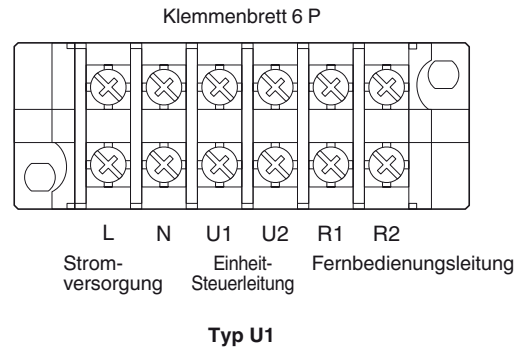

Abb. 4-2
- (1) Bezüglich Erläuterungen zu "A", "B", "C", "D" und "E" in obigen Plänen siehe Kapitel 4-2. "Empfohlene Kabellänge und Kabelquerschnitt für das Stromversorgungssystem".
- (2) Das grundlegende Anschlussdiagramm einer Inneneinheit zeigt typische Klemmenbretter; die in Ihrem Gerät vorhandenen Klemmenbretter können sich daher geringfügig von dieser Abbildung unterscheiden. (Abb. 4-2)
- (3) Die Adresse für den Kühlmittelkreislauf (R.C.) muss vor dem Einschalten der Stromversorgung eingegeben werden.
- (4) Bezüglich Eingabe der Adresse für den Kühlmittelkreislauf siehe mit der Fernbedienungseinheit (Sonderausstattung) gelieferte Einbauanleitung. Automatische Adresseneingabe kann über die Fernbedienung durchgeführt werden. Siehe mit der Fernbedienungseinheit (Sonderausstattung) gelieferte Einbauanleitung.